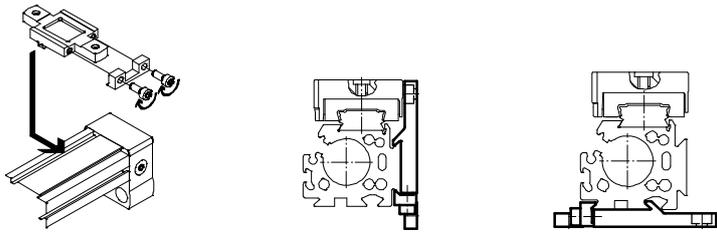

Fig. 7
2. Закрепить профильные крепления на DGC → Fig. 7.